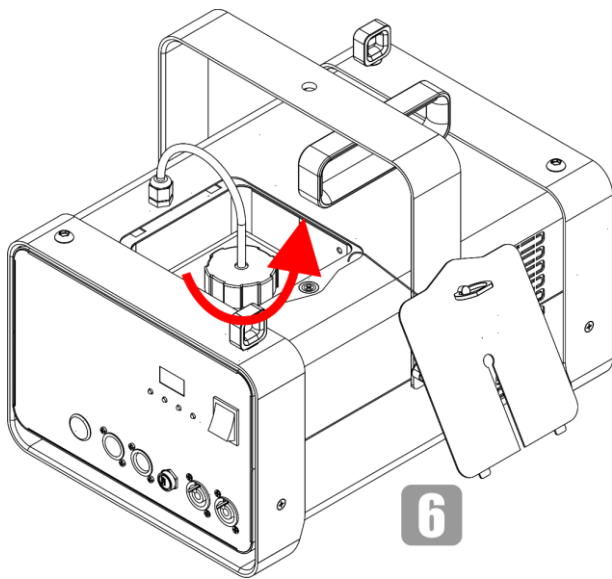

Fig. 25
- 06) Svitare il coperchio del serbatoio del liquido, come mostrato nella Fig. 25.